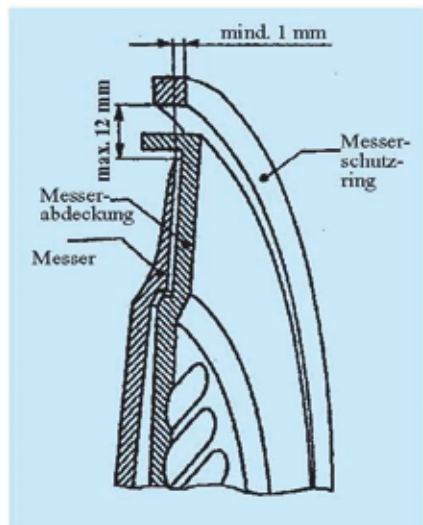

Abb. 4: Messerschutz mit Messerabdeckung mit Verriegelung
- Wenn eine Messerabdeckung mit Verriegelung angebracht ist, darf der Abstand zwischen Messerschutzring und Messerschneide max. 12 mm betragen. In diesem Fall muss die Messerabdeckung so mit dem Messerantriebsmotor verriegelt sein, dass der Motor nicht laufen kann, wenn die Abdeckung abgenommen ist (s. Abb. 4).